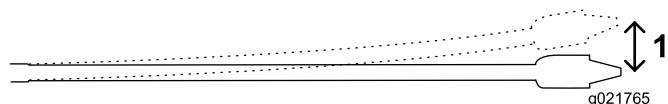

Figure 51
Les tiges de 3 m (10 pi) utilisées sur cette machine peuvent présenter une flèche de 8 % sur toute leur longueur, ce qui correspond à une courbure maximale de 20 cm (8 po) par rapport à une ligne droite (Figure 51).
- Vous insérez les premiers 3 m (10 pi) d'outil/tige de forage dans le sol en ligne droite. La fin de l'outil de forage sera à 76 cm (30 po) de profondeur (Figure 51).